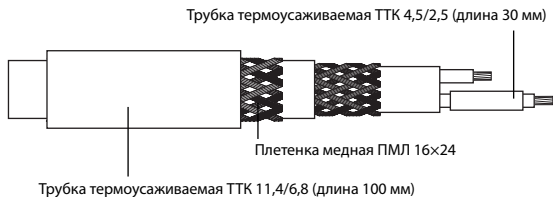

Рис. 3
- 5.6. На один конец нагревательной ленты надеть плетенку медную ПМЛ 16×24 длиной 140 мм и термоусаживаемую трубку ТТК 11,4/6,8 (длина 100 мм) (рис. 3); на другой конец – две термоусаживаемые трубки KYF-190 12,7/6,4 (длиной 200 и 220 мм), термоусаживаемую трубку ТТК 12/7,2 (длина 190 мм), термоусаживаемую трубку ТТК 11,4/6,8 (длина 150 мм) (рис. 3а).
Рис. 3а
- 5.7. На изолированные токопроводящие жилы длиной 45 мм надеть термоусаживаемые трубки ТТК 4,5/2,5 (длина 30 мм) и сдвинуть их к оболочкам нагревательных лент (рис. 3, 3а).